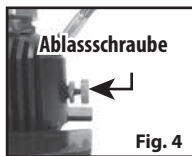

Fig. 4
- Stellen Sie sicher, dass das Ablassventil an der Handpumpe vollständig geschlossen ist (durch Drehen im Uhrzeigersinn anziehen) (Abb. 4).